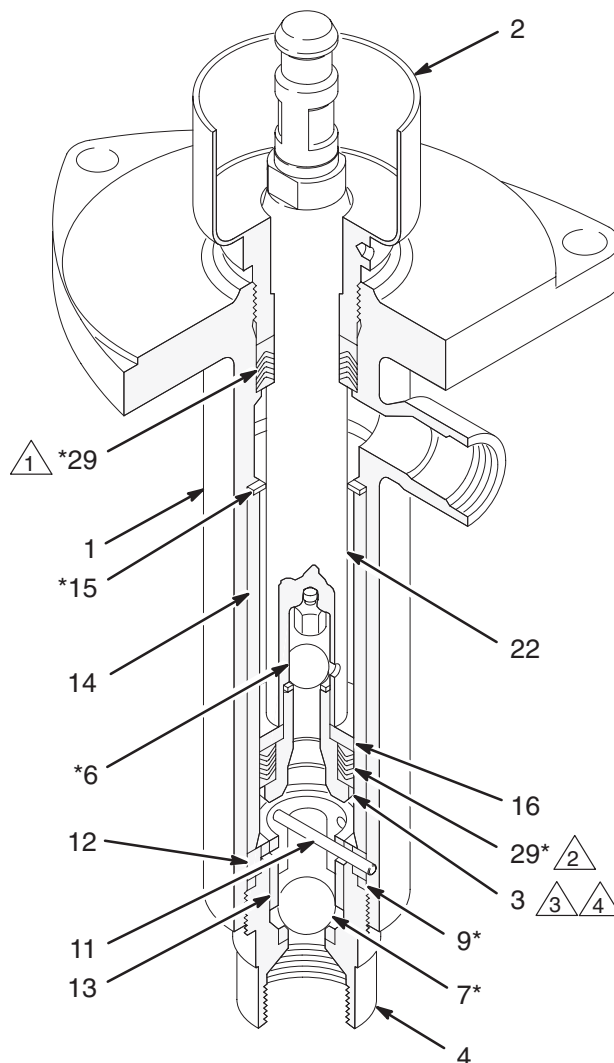
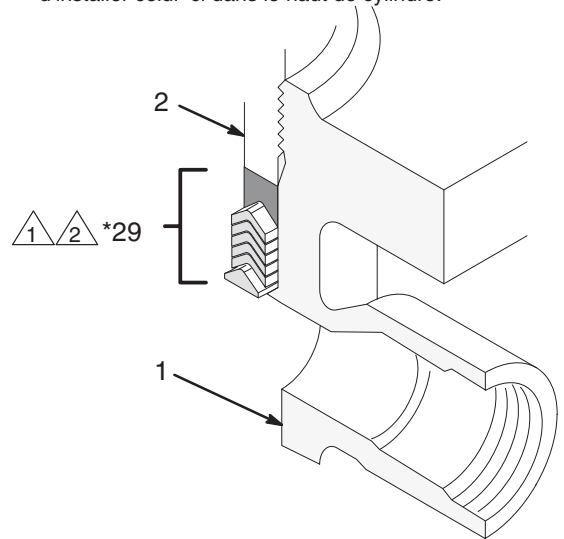
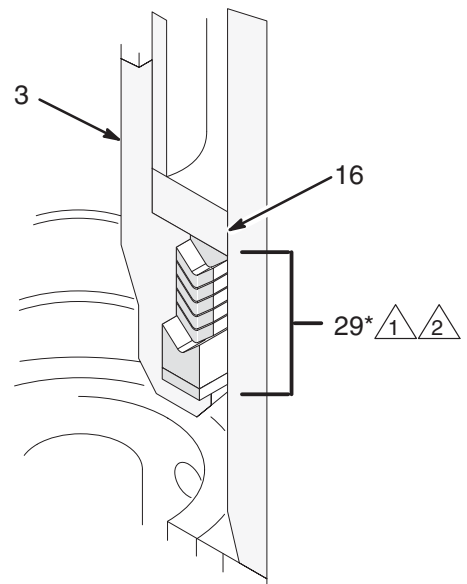

Fig. 4
Fig. 5
Fig. 6
2. Desserrer l'écrou de chapeau de cylindre (2). Désolidariser le bas de pompe du moteur (Voir manuel séparé concernant la pompe).
3. Dévisser le carter de clapet d'entrée (4) du corps de pompe (1). Voir Fig. 4. Noter dans quel jeu de trous la goupille arrêtoir de bille (11) s'engage, puis démonter et nettoyer les pièces du clapet.
4. Pousser vers le bas la tige de connexion (22) jusqu'à ce que les méplats du piston (3) se dégagent du corps de pompe (1). Extraire le sous-ensemble piston et tige de connexion bien dans l'axe du corps de pompe, en faisant très attention à ne pas endommager la tige ni le corps de pompe.
6. Déposer le chapeau de garnitures de tige de piston (2) / la coupelle de presse étoupe. Déposer les garnitures en V et le presse-étoupe du corps de pompe.
7. Nettoyer toutes les pièces avec soin, et les examiner à la recherche de traces d'usure, de rayures ou autres détériorations. S'assurer que les sièges de bille du clapet de piston (3) et du carter de clapet d'entrée (4) ne sont ni rayés ni entaillés. Remplacer toute pièce usée ou endommagée pour avoir la certitude que la pompe ne fuira pas. Toute rayure ou irrégularité de surface de la tige de connexion (22) ou des parois internes polies de la chemise (14) peuvent entraîner une usure prématurée des garnitures, ainsi que des fuites. Vérifier ces pièces en passant un doigt sur les surfaces concernées, ou en examinant les pièces en lumière rasante. Si l'une ou l'autre de ces pièces est usée ou rayée, la remplacer.
- 1 Voir détail Fig. 5
- 2 Voir détail Fig. 6
2. Retirer les cales de l'un des blocs de garnitures du kit de réparation (29\*) et mettre en place le bloc dans le haut du corps de pompe. S'assurer que les lèvres des garnitures en V regardent vers le bas. Voir Fig. 5.
3. Visser sans serrer l'écrou de chapeau de cylindre (2) l'écuelle d'humidité.
4. Mettre en place l'autre bloc de garnitures du kit de réparation (29\*) sur le piston (3). NE PAS démonter ce bloc. S'assurer que les lèvres des garnitures en V regardent vers le haut. Voir Fig. 6.
5. Mettre en place la rondelle (16) et la bille (6\*) dans le piston, et visser le sous-ensemble piston sur la tige de connexion (22), en serrant au couple de 150 à 175 ft-lb (203 à 237 N.m). Voir Fig. 4.
6. Lubrifier la tige de connexion (22). Avec précaution, insérer la tige, en la guidant, dans l'orifice inférieur du corps de pompe (1) et le pousser vers le haut à travers les garnitures de haut de cylindre.
7. Mettre en place le joint torique (9\*) et l'arrêt (12) du carter de clapet d'entrée (4). Mettre en place la bille (7\*), le guide de bille (13) et la goupille arrêt de bille (11) dans le carter de clapet d'entrée. S'assurer que la goupille (11) se trouve bien dans le bon jeu de trous. Se reporter au paragraphe Réglage du clapet. Visser tout le sous-ensemble dans le corps de pompe (1).
9. Appliquer la Procédure de décompression, page 2. Serrer l'écrou de chapeau de cylindre (2) juste assez pour empêcher les fuites, mais pas plus. Utiliser pour cela la clef fournie avec la pompe. Remplir à moitié le chapeau de cylindre avec du TSL ou un solvant compatible.